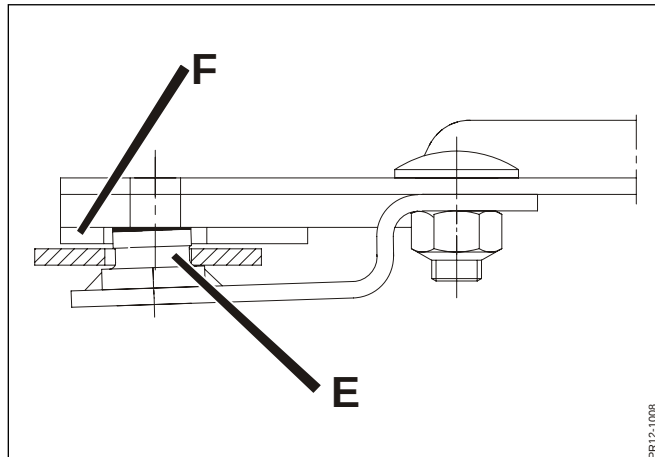

Fig. 5-23
- Fig. 5-23** - Det inte finns föroreningar mellan knivtappens och tallrikens anliggningsytor och det säkerställs att knivhållarens tapp **E** har en korrekt anliggning mot underkanten av tallriken **F**.